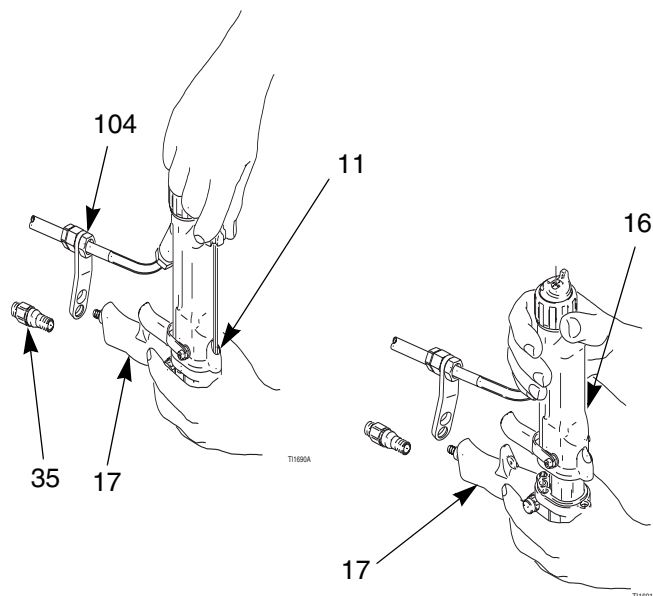

Abb. 28. Pistolenlauf ausbauen
4. Den Pistolengriff (17) mit einer Hand halten und den Pistolenkörper (16) gerade vom Griff abziehen. Siehe ABB. 28.
5. Dielektrisches Fett (40) auf die freiliegende Schlauchseele des Materialschlauchs (101) auftragen.
6. Die Mutter (105) muß gut am Klemmringgewinde (103) festgezogen sein.